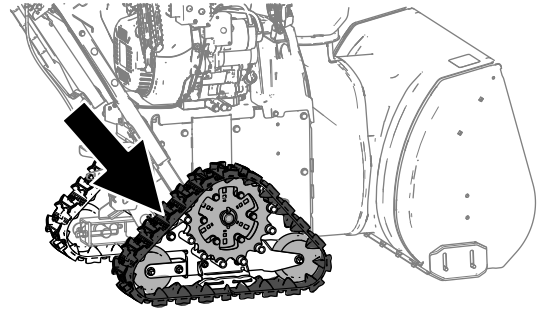

Figura 25
2. Aplique 44 N entre o rolo médio e traseiro (Figura 25).